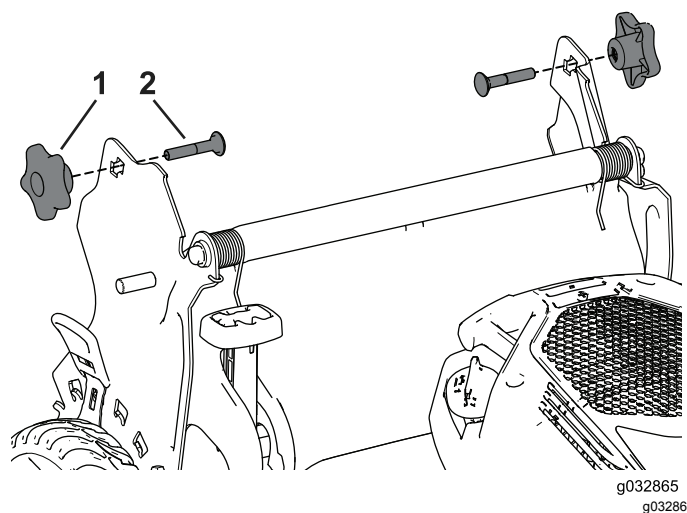

Figure 30
4. Insérez le boulon de carrosserie (la tête du boulon vers l'intérieur) dans le support du guidon et dans le trou supérieur à l'extrémité du guidon. Vérifiez que les bords carrés de chaque boulon de carrosserie s'engagent dans le trou carré supérieur ou inférieur du support de guidon correspondant (Figure 30).